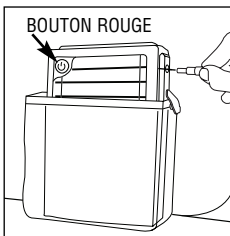

Fig. 9
2. Ouvrez le bouchon de caoutchouc qui se trouve sur le côté du bloc d'alimentation et branchez-y le cordon d'alimentation installé dans la tente. (Fig. 9)
3. Appuyez sur le bouton rouge du bloc d'alimentation pour mettre l'alimentation principale sous tension. Ceci fait, le bouton du bloc et le luminaire de la tente luiront. (Fig. 9)